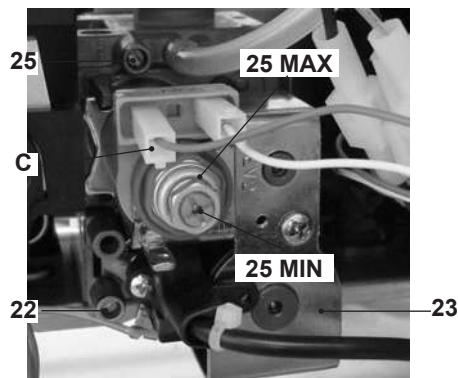

Fig. 7.3
- A caldaia spenta (fuori servizio), controllare la pressione di alimentazione utilizzando la presa 22 in Fig. 7.3 e confrontare il valore letto con quelli riportati nella tabella Pressioni di alimentazione gas nella sezione "Dati tecnici" pag. 20.
- Richiudere bene la presa di pressione 22 in Fig. 7.3.
- Aprire la presa di pressione 25 in Fig. 7.3 e collegare un manometro.
- Confrontare il valore di pressione misurato con quello indicato nelle tabelle "Pressione gas massima al bruciatore" Fig. 7.4 e Fig. 7.5. Per tarare la pressione al bruciatore agire sul dado esagonale grande in ottone dell'operatore modulante 24 max in Fig. 7.3 (ruotando in senso orario la pressione aumenta).
- Sconnettere il filo di alimentazione C dell'operatore modulante 24. Fare attenzione che non vada a toccare le parti metalliche della caldaia Fig. 7.3.
e Fig. 7.7. Per tarare la pressione al bruciatore agire sulla vite in plastica (24 MIN in Fig. 7.3) tenendo fermo il dado esagonale in ottone grande (24 MAX in Fig. 7.3) dell'operatore modulante (ruotando in senso orario la pressione aumenta).
- Collegare il filo di alimentazione C in Fig. 7.3 dell'operatore modulante.
- **Chiudere molto bene la presa di pressione 25 in Fig. 7.3.**
- Aprire la presa di pressione in Fig. 7.3 e collegare un manometro.
- Chiudere bene la presa di pressione 25 indicata in Fig. 7.3.